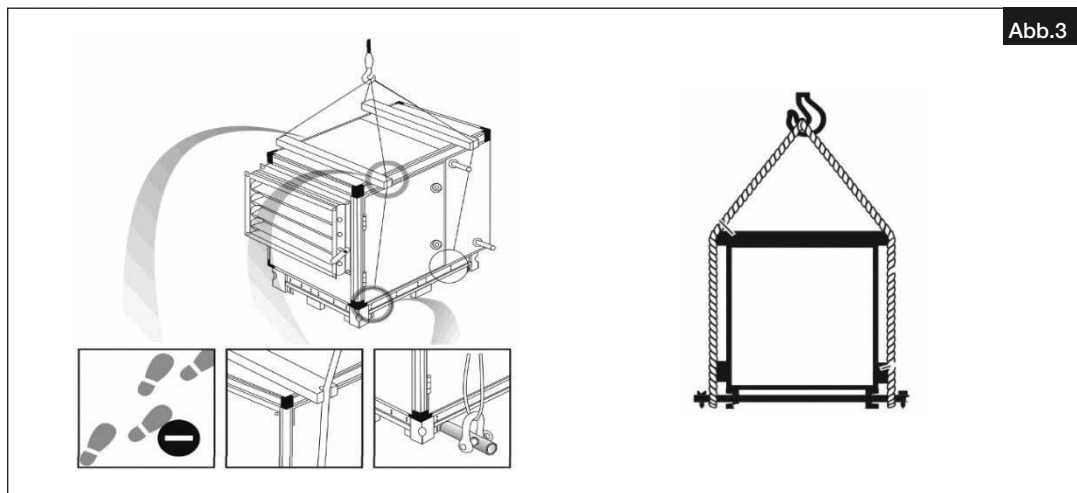

Abb.3
Wird das Gerät mit einem Kran transportiert, müssen die Transportrahmenlöcher im Grundrahmen verwendet werden (s. Abb.3).
4. Mit den Distanzhaltern werden Schäden am Gerät verhindert, welcher durch Ketten oder Seile entstehen könnten. (Abb.3)